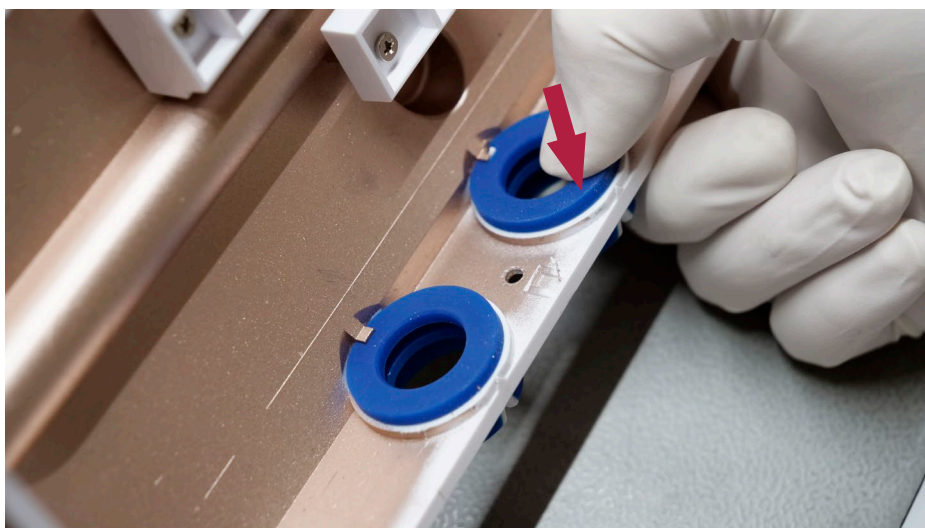

Figur 19 Farveangivelsen på VDI-kortet skal stemme overens med farveringen
- f) **Kontrollér, at farveringen har samme farve som angivelsen på VDI-kortet (se figur 19)**
Vær opmærksom på, når bagbeklædningen monteres igen, at de farvede prikker på VDI-kortet (figur 19) stemmer overens med farverne på de farveringe, de placeres ved.